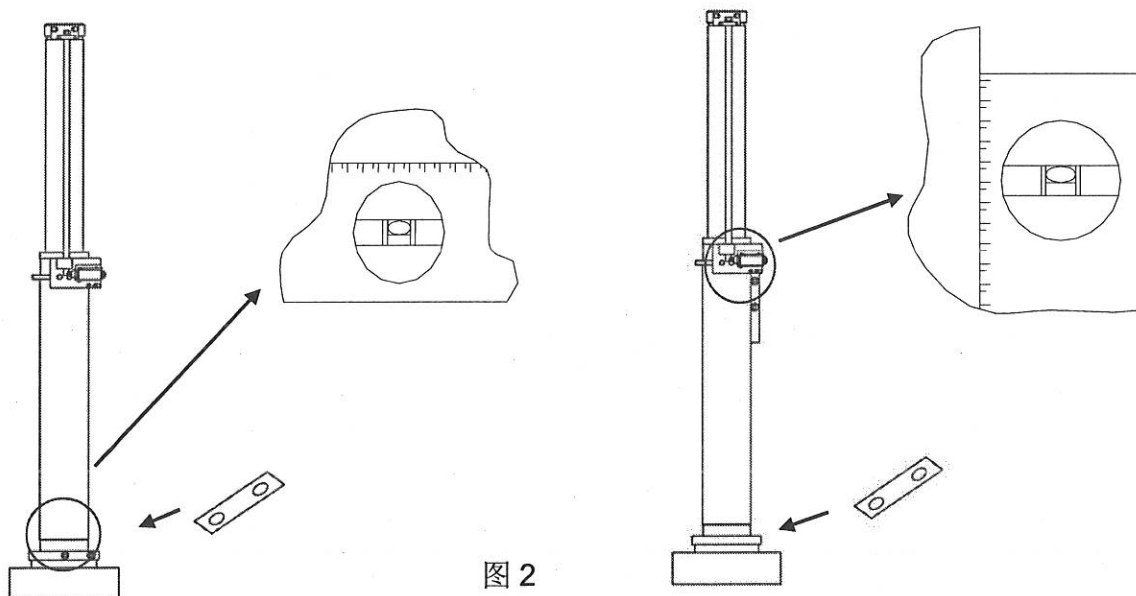

图 2
- 2.3.4 按第 3 页图 2 将水平尺放在相应位置调整缓冲器使之水平后紧固螺母。